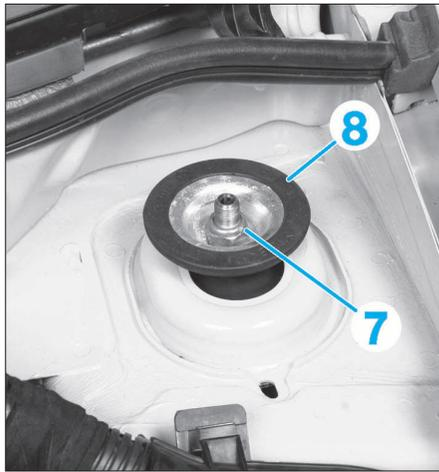

FIG. 5
- l'écrou (7) de fixation supérieure en retenant l'élément de suspension (Fig.5).
- la coupelle (8).
- Présenter l'élément de suspension et reposer un écrou neuf avec sa coupelle supérieure de fixation (8) sans le bloquer dans l'immédiat (Fig.5).
- Reposer des boulons neufs des fixations inférieures (1) de l'élément de suspension et les serrer également au couple (en plaçant la clé dynamométrique sur l'écrou et en maintenant la vis).
- Bloquer l'écrou de fixation supérieure (7) de l'élément de suspension (Fig.5).